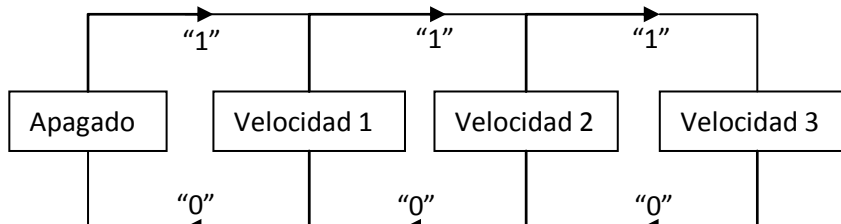
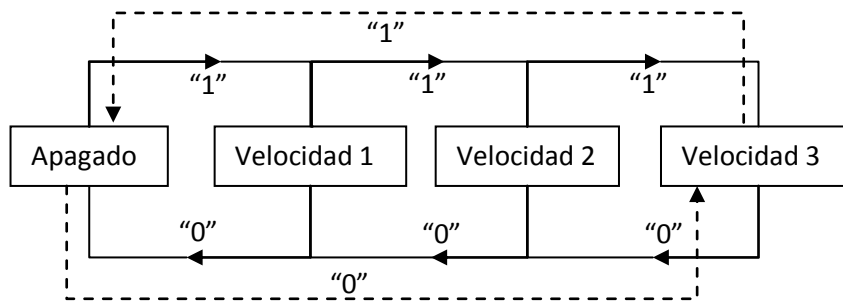

Figura 2.1. Control manual por pasos no cíclico
Figura 2.2. Control manual por pasos cíclico
- **Control por pasos:** el nivel o velocidad de ventilación se controla mediante el objeto de comunicación de 1 bit "Ventilador: Control por Pasos", escribiendo un "1" para aumentar de nivel o un "0" para disminuirlo. Este control puede ser no cíclico (figura 2.1) o cíclico (figura 2.2).